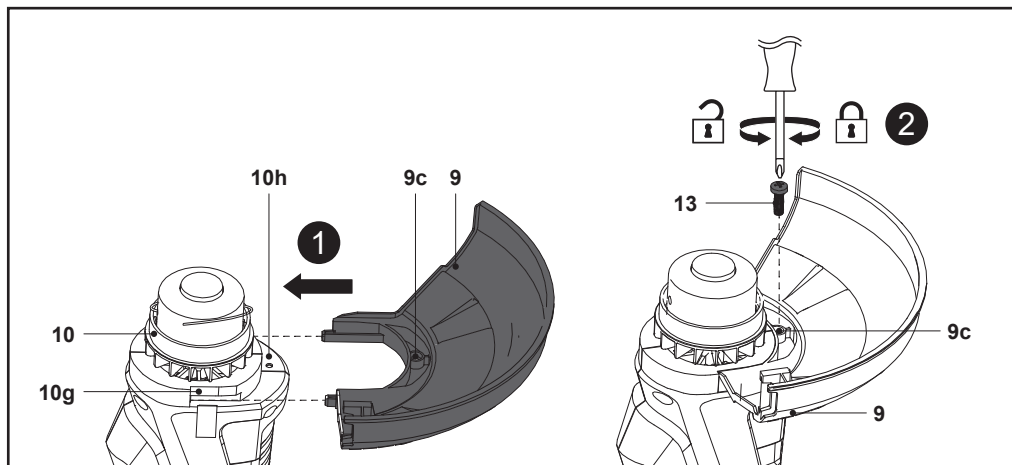

Fig. 3
1. Volte a cabeça do aparador (10) ao contrário.
2. Alinhe e faça deslizar a proteção (9) nas ranhuras de encaixe (10 g) da cabeça do aparador (10) (Fig. 3, passo 1). Introduza totalmente a proteção (9) e certifique-se de que os orifícios dos parafusos (9c, 10h) estão bem alinhados.
3. Fixe a proteção (9) com o parafuso (13) para a direita (Fig. 3, passo 2).